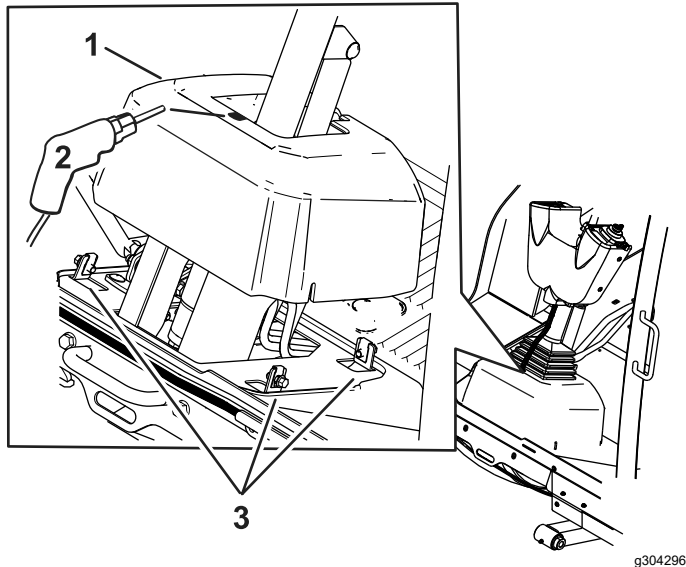

Figure 8
8. Desserrez les boulons autour de la base de la colonne de direction (Figure 8).
9. Élevez la base et percez un trou de 22 mm comme montré à la Figure 8.